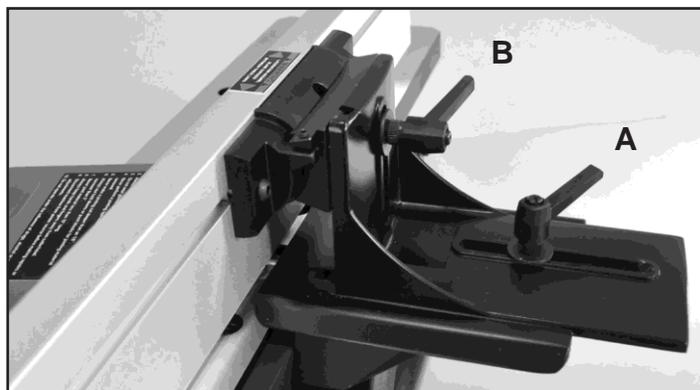

FIG. 18
1. Pour déplacer la clôture à travers la table, desserrer le levier de verrouillage (A), faire glisser la clôture à la position désirée sur la table, puis resserrer le levier de verrouillage. FIG. 18.
**REMARQUE:** Direction de poignée des leviers de verrouillage (A) et (B) peut être repositionné en tirant vers le haut le levier et le repositionner sur l'écrou situé sous le levier.
2. Pour incliner la clôture, desserrer le levier de verrouillage (B) et incliner la clôture à l'angle désiré. Resserrer ensuite le levier de verrouillage. FIG. 18.